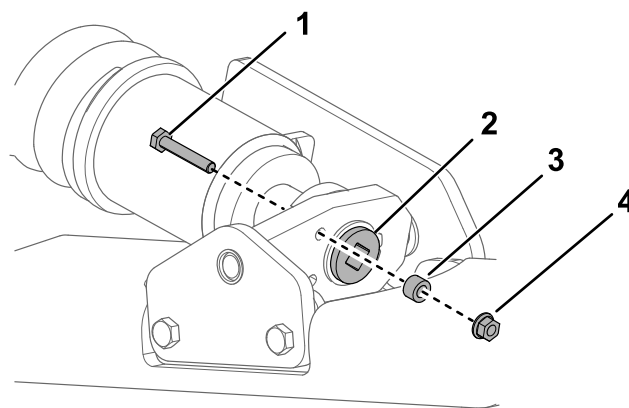

**Bild 55**
**Wichtig:** Reinigen Sie die Straßenräder, das Vorderrad und das Antriebsrad (**Bild 55**). Die Straßenräder sollten sich in sauberem Zustand ungehindert drehen.